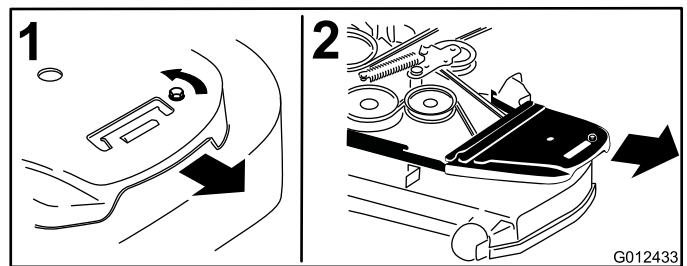

Figure 57
4. Déposez les couvercles de courroies ainsi que les boulons fixés dessus (Figure 57).